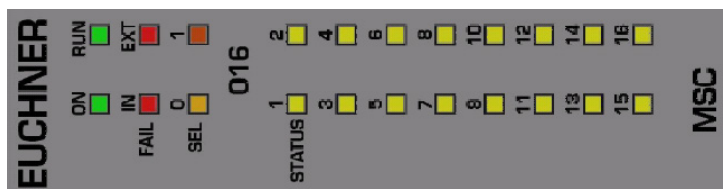

Figure 39:
8.4.12. Module O16 (Figure 39)